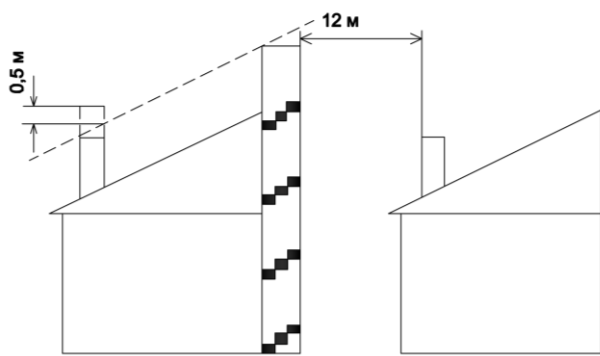

Рис. 23.
7.2. Высота оголовка канала должна быть выше зоны ветрового подпора. Наличие зоны ветрового подпора определяется индивидуально для каждого объекта, и в соответствии с рекомендациями, показанными на рис. 23 и 24. Высота от оголовка дымохода до крыши, всегда выше 1 м.